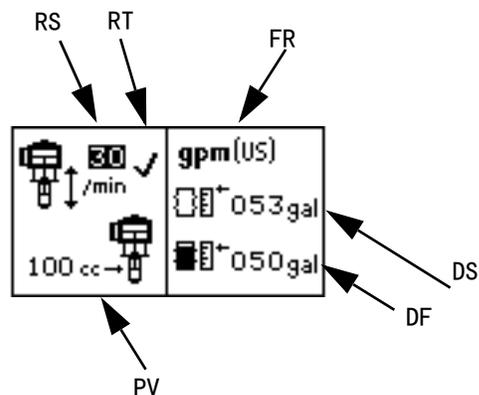

图 7: 设置屏幕 1
使用设置屏幕 1 设置防空打循环次数 (RS)、启用 / 禁用防空打保护 (RT)、选择每循环泵容积 (PV)、选择流量单位 (FR)、输入料桶尺寸 (DS) 及输入料桶容积 (DF)。请参见 图 7。
**注释：**Graco 公司建议将防空打循环次数 (RS) 设置为 60 或更低。选择一个刚好超过最大应用循环次数的值。
**注释：**当防空打保护启用 (RT) 时，设置屏幕上将显示 3。请参见 图 7。
**注释：**若需禁用防空打监视功能，转至设置模式并将防空打值设为 0 (零) 或切换为 (RT) 关闭。请参见 图 7。